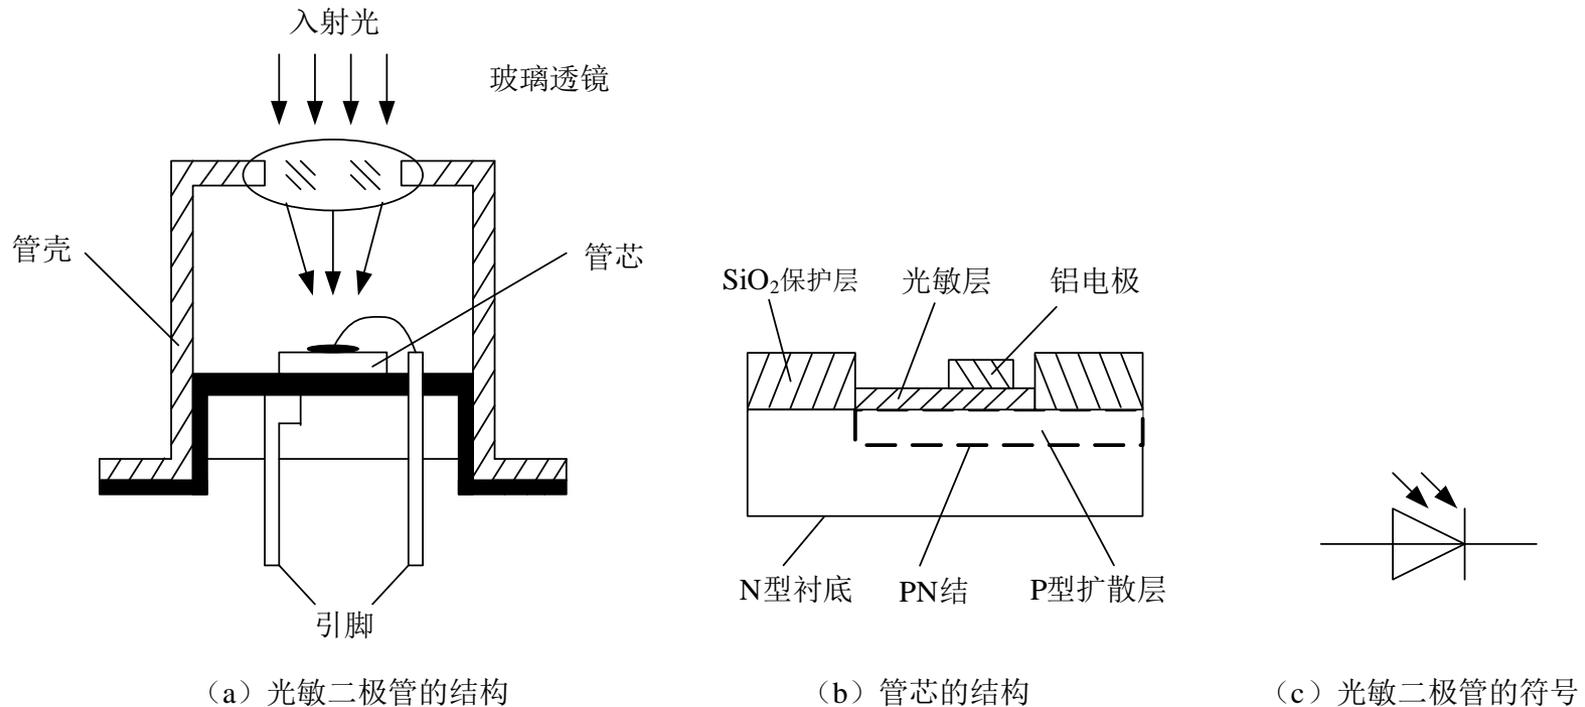

图7-12 光敏二极管的结构与符号
- 光敏二极管又称光电二极管，它与普通半导体二极管在结构上相似。图7-12为光敏二极管的结构，在光电二极管管壳上装有一个玻璃透镜，入射光通过玻璃透镜照射到具有光敏特性PN结的管芯上。